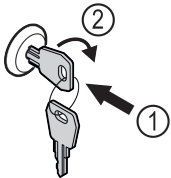

Fig. 120 Példaként szolgáló ábrázolás
- ▶ Dugja be a kulcsot Fig. 120 (1).
- ▶ Forgassa el a kulcsot 90°-kal az óramutató járásával megegyező irányba Fig. 120 (2).